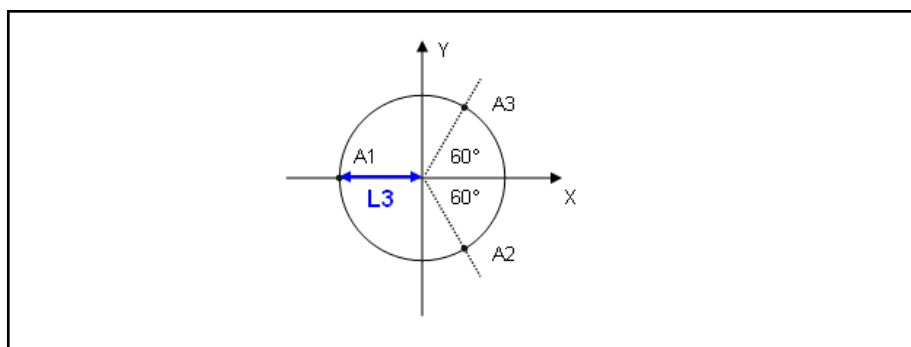

Abb. 4-29: Radius $L3$ der Gelenkhalterung und Koordinatensystem (X-Y Ansicht)
- L_3 ist der Radius des durch die 3 Motorspindeln (bzw. Getriebe) gebildeten Umkreises, gemessen an den Rotationsmittelpunkten der Arme (siehe Abb. 4-29 "Radius L3 der Gelenkhalterung und Koordinatensystem \(X-Y Ansicht\)" auf Seite 142)
- Der kartesische Nullpunkt des Delta-Roboters liegt im Mittelpunkt des Umkreises, der durch die 3 Motorspindeln definiert ist (siehe auch Abb. 4-29 "Radius L3 der Gelenkhalterung und Koordinatensystem \(X-Y Ansicht\)" auf Seite 142)